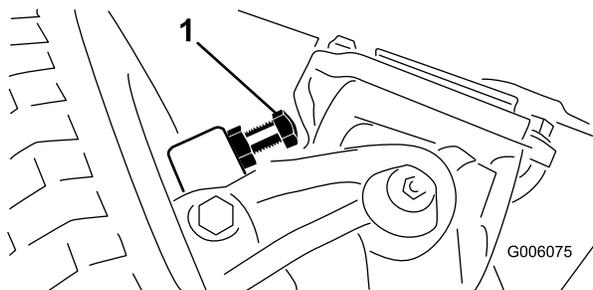

図 60
1. すきまが、2.3mmになるよう、ボルトを締め込み、あるいはゆるめて調整します 図 60。